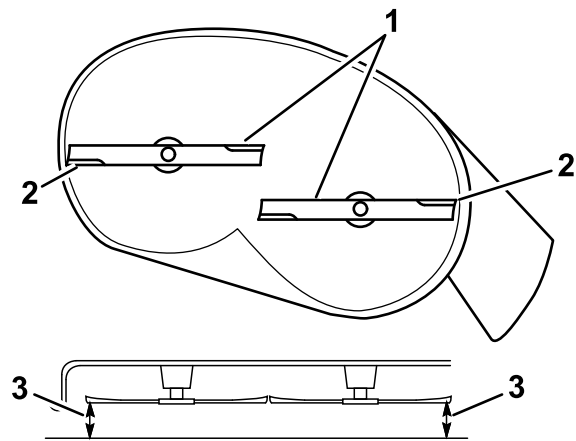

Figura 68
5. Mida entre los bordes de corte exteriores y la superficie plana (Figura 68).